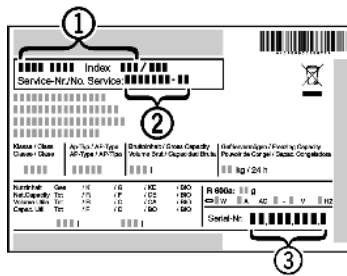

Fig. 10
- ▶ Gerätebezeichnung Fig. 10 (1), Service-Nr. Fig. 10 (2) und Serial-Nr. Fig. 10 (3) vom Typenschild ablesen. Das Typenschild befindet sich an der linken Geräteinnenseite.
- ▶ Den Kundendienst benachrichtigen und den Fehler, Gerätebezeichnung Fig. 10 (1), Service-Nr. Fig. 10 (2) und Serial-Nr. Fig. 10 (3) mitteilen.